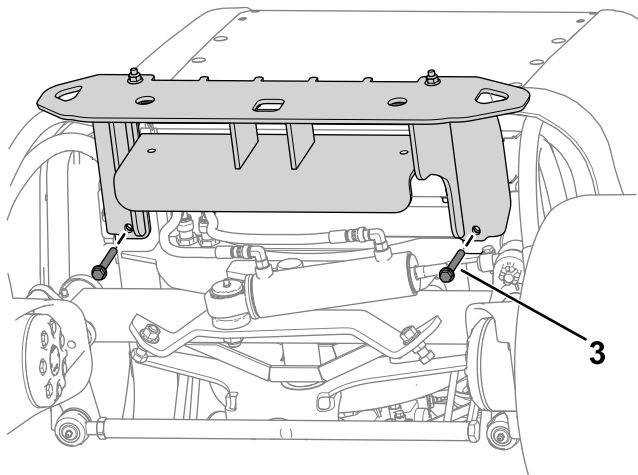

Рисунок 15
- С помощью 4 болтов ( $\frac{3}{8}$  x  $3\frac{1}{4}$  дюйма) и 4 гаек ( $\frac{3}{8}$  дюйма) прикрепите верхнюю часть бампера к раме машины (Рисунок 15).
- С помощью двух болтов ( $\frac{3}{8}$  x  $2\frac{3}{4}$  дюйма) и двух гаек ( $\frac{3}{8}$  дюйма) прикрепите бампер под рамой машины (Рисунок 15).